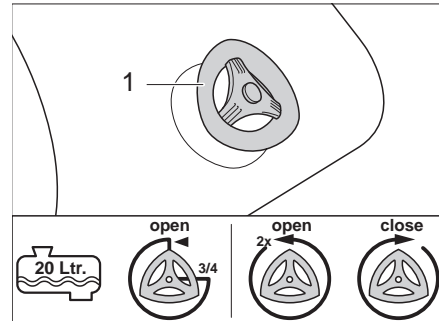

Fig. 241 Robinet de vidange
- 1/2 rempli ou moins : tourner le robinet de vidange (Fig. 241,1) de 3/4 de tour dans le sens inverse des aiguilles d'une montre.
- 3/4 rempli et plus : tourner le robinet de vidange (Fig. 241,1) de 2 tours dans le sens inverse des aiguilles d'une montre.
- Fermer le robinet de vidange (Fig. 241,1) dans le sens des aiguilles d'une montre.